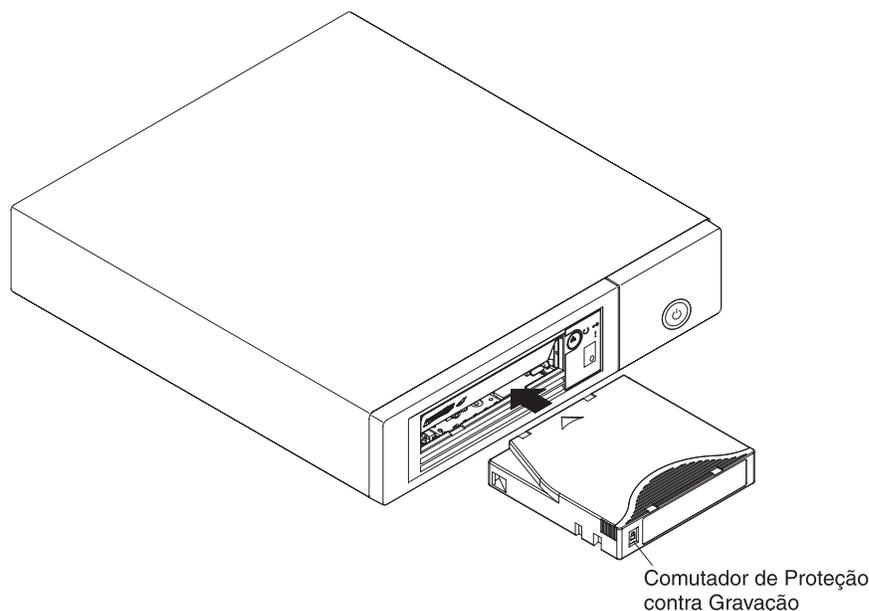

Figura 8. Inserindo um Cartucho na Unidade
3. Aperte o cartucho para que o comutador de proteção contra gravação fique de frente para você (consulte Figura 8 na página 23).